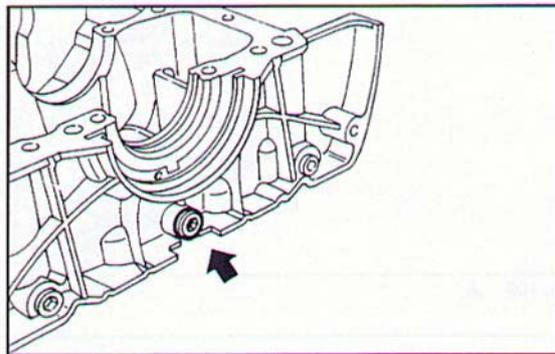

Fig. 97 ▼
- svitare il tappo della conduttura centrale olio sul sottobasamento (Fig. 97);
- unscrew the plug of the central oil duct in the crankcase (Fig. 97);